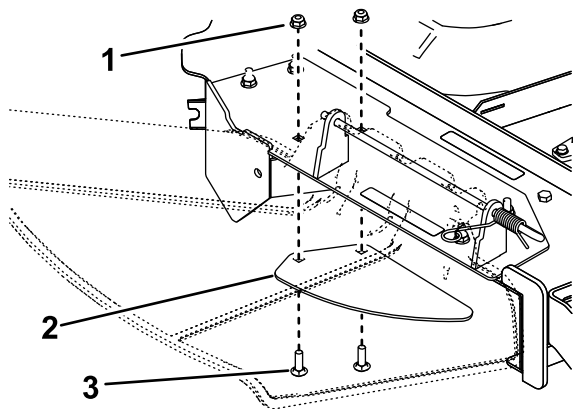

Figura 2
5. Para los modelos TimeCutter estándar (no HD) con carcasa de 152 cm, utilice las fijaciones para instalar la placa de llenado (Figura 2).